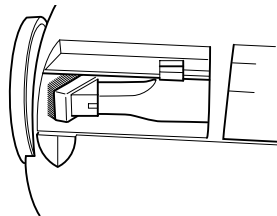
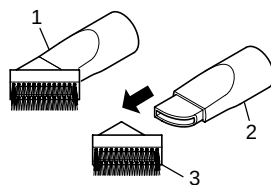

Abb. 5
Abb. 6
Die Kombidüse (Abb. 6) kann in der Zubehörhalterungen auf der Rückseite des Gerätes aufbewahrt werden (Abb. 5). Sie können die Kombidüse als Fugendüse oder Möbelbürste verwenden.
■ Möbelbürste (Abb. 6/1)
■ Fugendüse (Abb. 6/2)
Benutzen Sie diese, um Staub aus schwer zugänglichen Stellen zu saugen. Entfernen Sie den Möbelbürsten-Aufsatz (Abb. 6/3), um die Kombidüse als Fugenbürste zu verwenden.